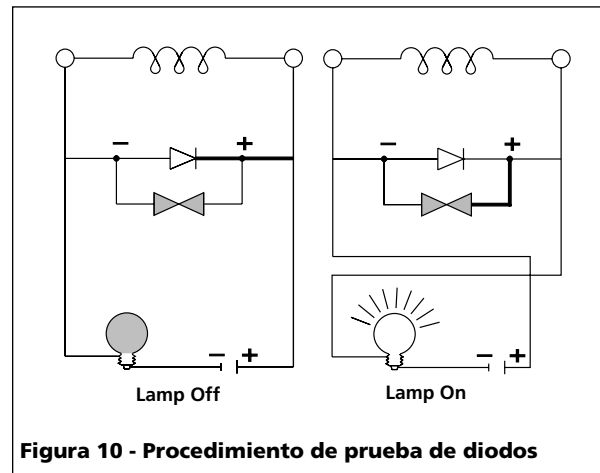

Figura 10 - Procedimiento de prueba de diodos
2. Conecte la batería y la lámpara como se muestra en la Figura 10.